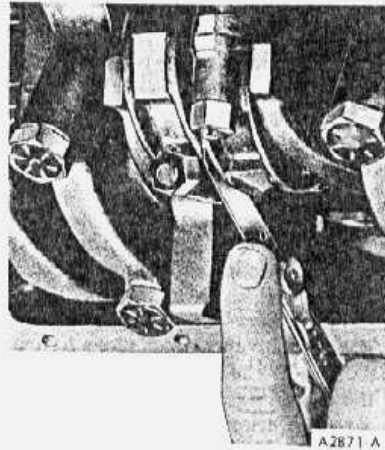

fig. 33 — verificação da folga lateral da biela
- Após a instalação do conjunto êmbolo e biela, verificar a folga axial entre a biela e o moente da árvore de manivelas (fig. 33).
19. Após a instalação da biela, verificar a folga lateral entre biela e árvore de manivelas (fig. 33).